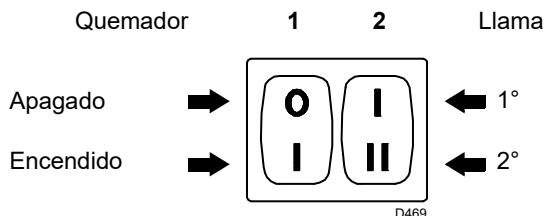
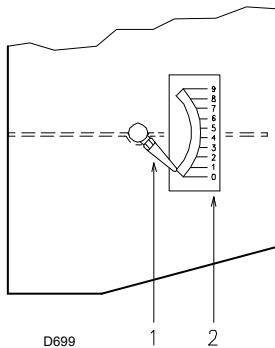
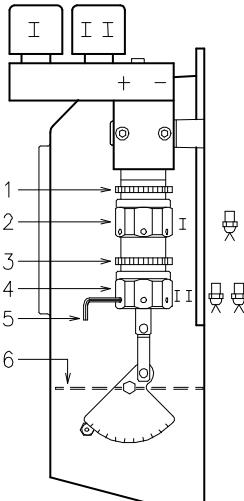

Fig. 19
Fig. 20
Fig. 21
- Poner en marcha el quemador cerrando los termostatos y con el interruptor 1) (Fig. 19 pág. 20) en la posición "MARCHA". La bomba debe girar en el sentido de la flecha que hay marcada en la cubierta.
- Cuando el gasóleo sale por el tornillo 3), es indicativo de que la bomba está cebada. Parar el quemador: interruptor 1) (Fig. 19 pág. 20).en posición "PARO" y apretar el tornillo 3).
Situar el interruptor 1)(Fig. 19) en la posición "MARCHA".
Mantener el quemador funcionando en 1a llama, situando el interruptor 2)(Fig. 19) en la posición 1a llama. La abertura del registro 6)(Fig. 21) debe ser proporcionada a la boquilla elegida: el índice 1)(Fig. 20) debe corresponder con la muesca 2) (Fig. 20) que se indica en la Tab. D.
El reglaje se efectúa girando el hexágono 2)(Fig. 21):
Situar el n° posición 2,3 (Fig. 20) con el índice 1).
Cuando termina la regulación bloquear el exágono 2)(Fig. 21) con la contratuerca.
N° = Posición 2)(Fig. 20)
Situar el interruptor 2)(Fig. 19 pág. 20) en posición 2a llama y regular el registro 6)(Fig. 21) actuando sobre el hexágono 4)(Fig. 21), después de haber aflojado la contratuerca 3)(Fig. 21)